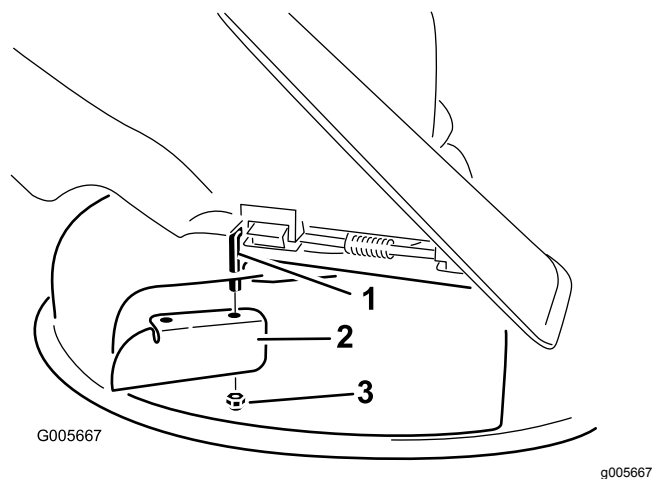

Figura 21
7. Installate il deflettore di scarico sull'asta di rotazione visibile (Figura 21).
3. Staccate il deflettore di scarico dal piatto di taglio (Figura 21).